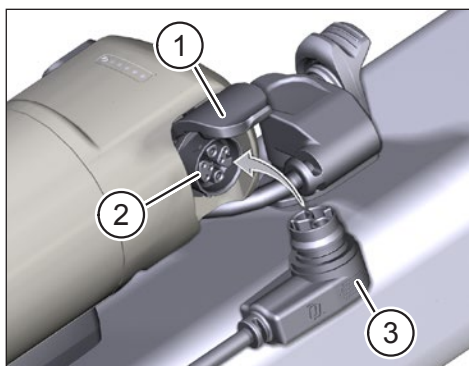

Fig. 3: Range Extender ricarica
- Apra il coperchio (Pos. 1 in Fig. 3) sulla porta di ricarica di Range Extender.
- Verifichi che i contatti della porta di ricarica (Pos. 2 in Fig. 3) siano privi di sporco e li pulisca se necessario.
- Inserisca la spina di ricarica (Pos. 3 in Fig. 3) di Charger nella porta di ricarica di Range Extender.